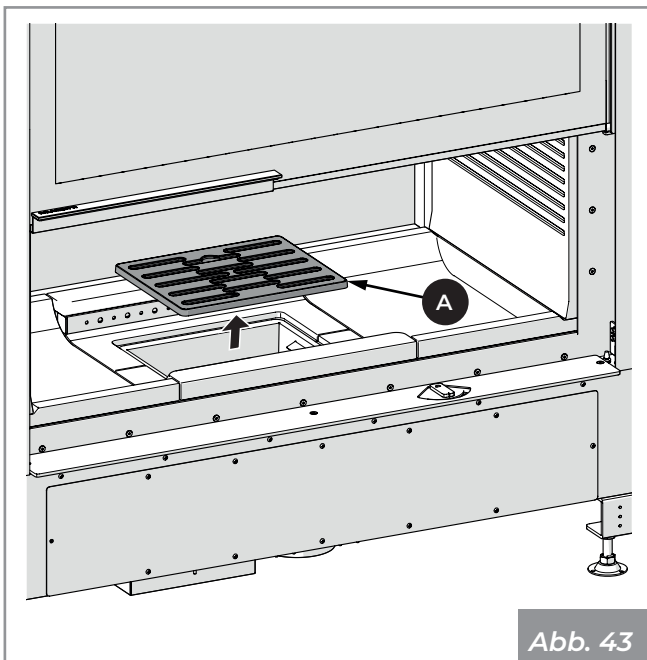

Abb. 43
- 1) Stellen Sie sicher, dass das Gitter (A) (Abb. 43) frei von jeglichen Verbrennungsrückständen ist, die den freien Luftdurchgang behindern könnten. Das Rost herausnehmen und mit einem kleinen Besen (nicht mit geliefert) die Verbrennungsrückstände von der Feuerstätte in die Aschelade fegen. Achten Sie auf glühende Glut.